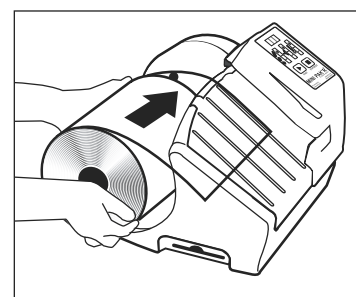

Figure 2
1. Glissez le film sur le support de rouleau de film jusqu'à ce qu'il se fixe solidement. Le film est alimenté à partir du haut du rouleau. (Voir Figure 2)